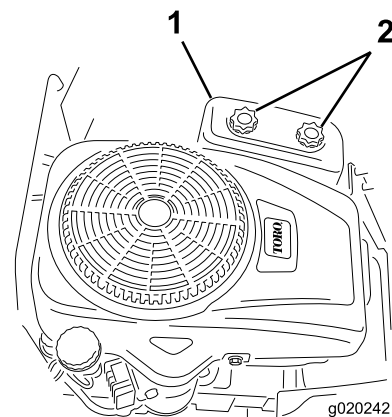

Figure 31
4. Retirez le couvercle du filtre à air en desserrant les 2 boutons (Figure 31).
3. Reposez le couvercle du filtre à air et serrez les 2 boutons (Figure 31).